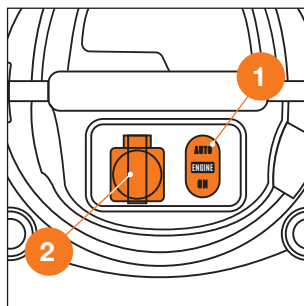

Рис. 15
При использовании пылесоса совместно с электроинструментом, для удаления пыли и стружки, подключите электроинструмент в розетку ②, переведите переключатель «**ENGINE**» в положение «**AUTO**» ①. Пылесос начнет работать через несколько секунд после запуска электроинструмента и отключится через несколько секунд после остановки электроинструмента (Рис. 15).